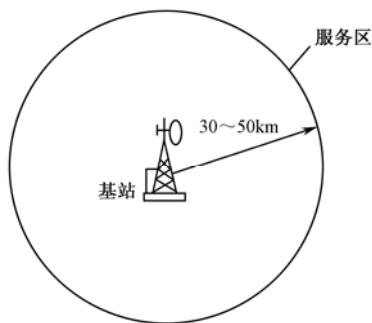

图 2-1-2 大区制结构示意图
(1) 大区制: 就是在一个服务区域(如一个城市)只设一个基站, 负责与服务区域内的许多移动电话进行联系和控制, 结构如图 2-1-2 所示。